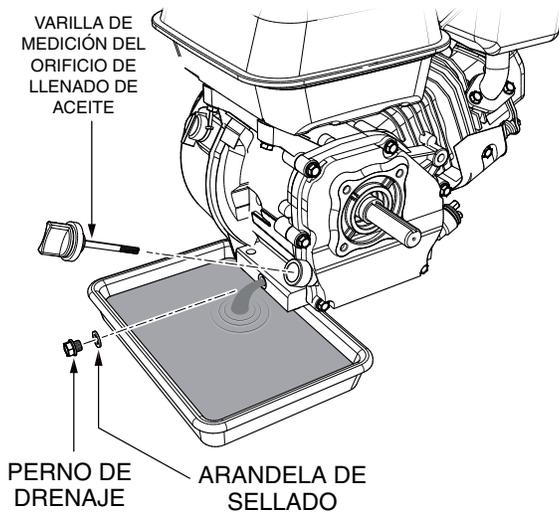

Figura 28. Drenaje de aceite del motor
1. Drene el aceite del motor mientras el aceite esté tibio, como se muestra en la (Figura 28).